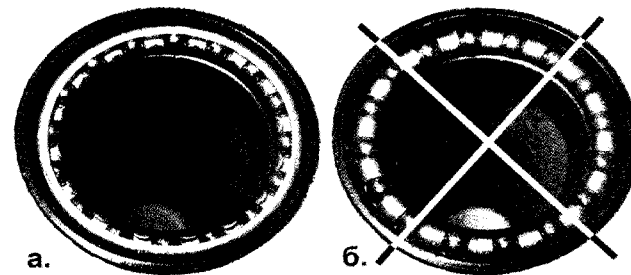

Рис. 5. Расположение сепараторов в подшипниках рулевой колонки: а. - правильно б. - неправильно
**Внимание!** В рулевой колонке прорези сепаратора подшипника должны быть направлены в сторону конусов, как указано на рис.5.